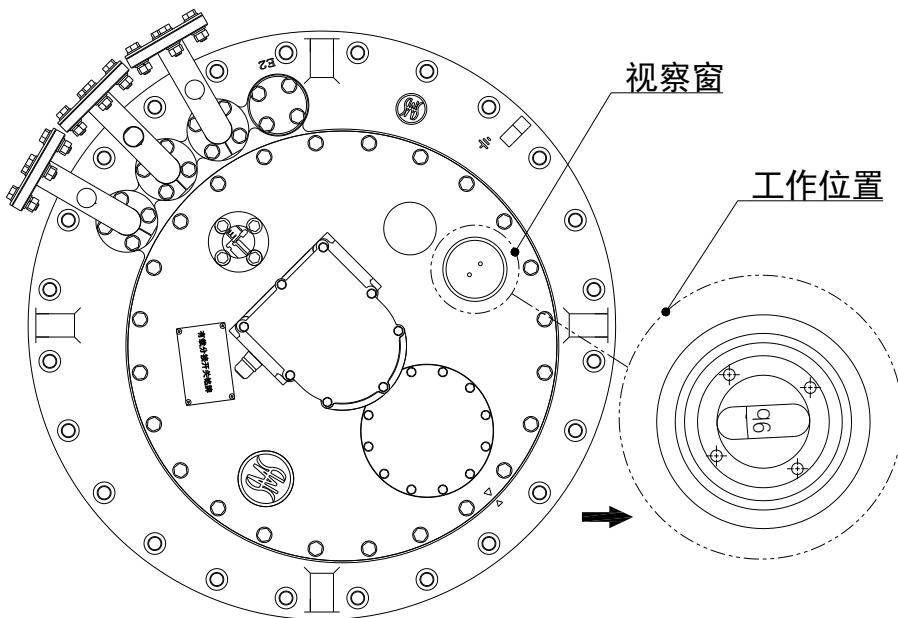

图 6-3 分接开关观察窗位置
4. 操作过程中应随时通过顶盖上的观察孔来察看到达的各个档位位置（见图 6-3）以免超越分接开关的终端位置。